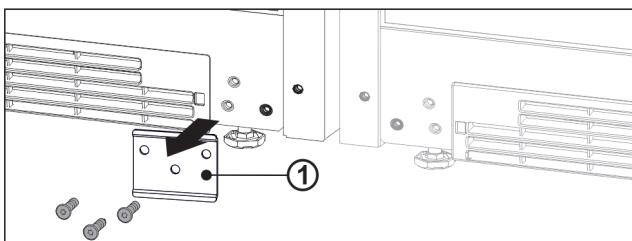

Fig. 13
- ▶ Ако ламарината Fig. 13 (1) е монтирана, развинтете ламарината.